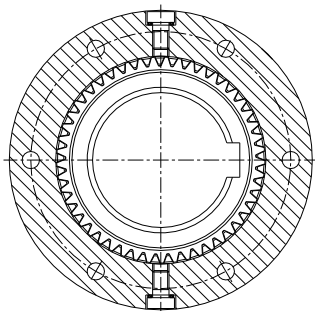

図 44: 垂直位置のプラグ
- プラグが垂直位置になるまでカップリングを回転して下さい。(図 44 をご参照)